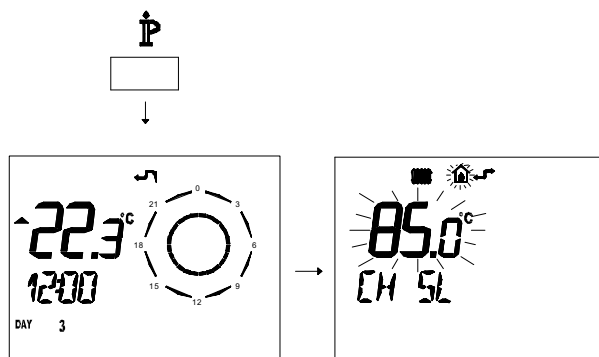

Figura 5.53
- Premere per più di 3 secondi il pulsante  $\bar{P}$  para per entrare in modalità *INFO* (Figura 5.53 ).